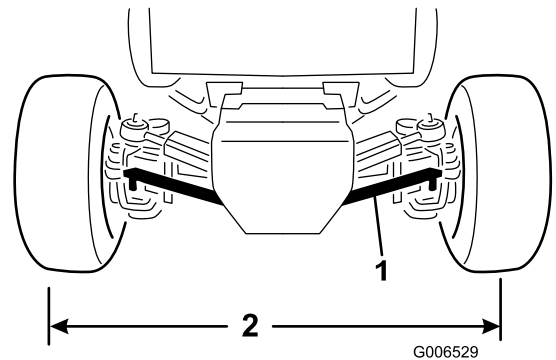

Bild 66
1. Entfernen Sie die Splinte und Kronenmutter ab, mit denen das Kugelgelenk der Spurstange an der Befestigungshalterung an der Achse befestigt ist. Entfernen Sie das Kugellager von der Achse (Bild 66).
3. Drehen Sie das Kugelgelenk der Spurstange, bis der Abstand von Mitte zu Mitte an der Vorder- und der Rückseite der Hinterräder gleich ist (Bild 66).